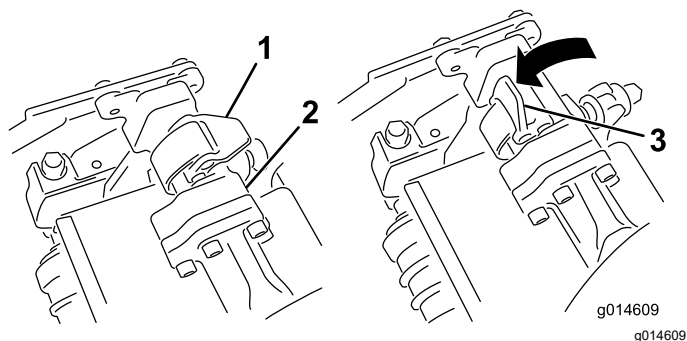
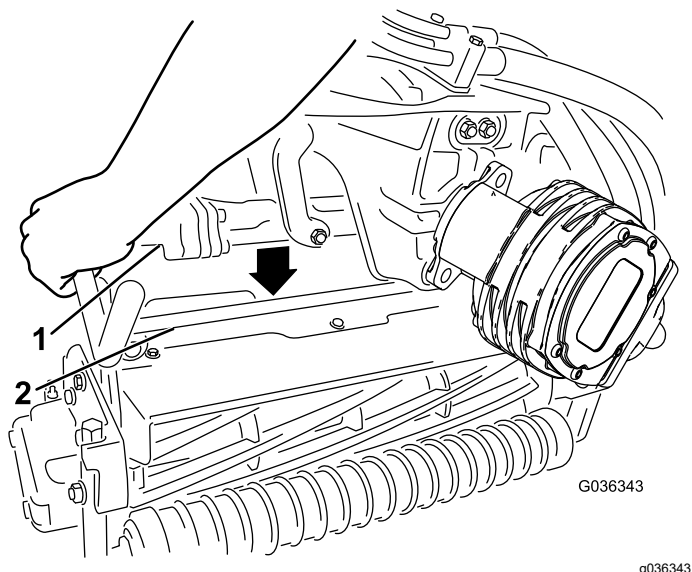

図 70
図 71
4. サスペンションアームのバーについているラッチ 図 70を開き、サスペンションアームを押し下げてバーをカッティングユニットの両方のピッチアームの上におろし、ラッチがカッティングユニットのクロスバーの下にくるようにする 図 71。
5. ラッチを下げて閉じるとカッティングユニットのバーがロックされてユニットがアームにセットされる 図 70。
6. 取り外したいカッティングユニットのサスペンションアームのバーについているラッチを開く 図 70。